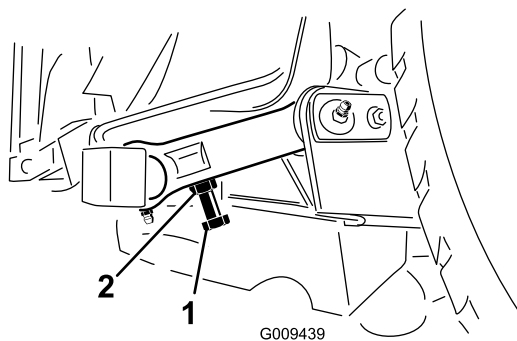

Figure 25
3. Pour ajuster la distance, trouvez le boulon sur la bielle de pivot arrière du plateau de coupe (Figure 25). Desserrez l'écrou de blocage sur le boulon de réglage. Desserrez ou serrez les boulons de réglage pour obtenir un écartement de 10 à 16 mm, puis serrez l'écrou de blocage.